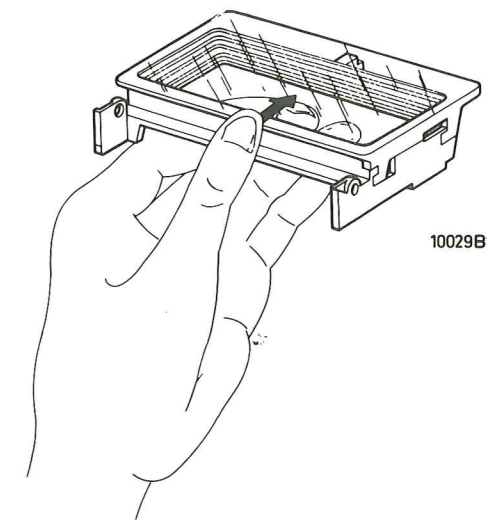

Fig. 4b
- Dekselet består av to deler; Dekorstykket 227 er festet stramt til døksel 228 (Fig. 4b).